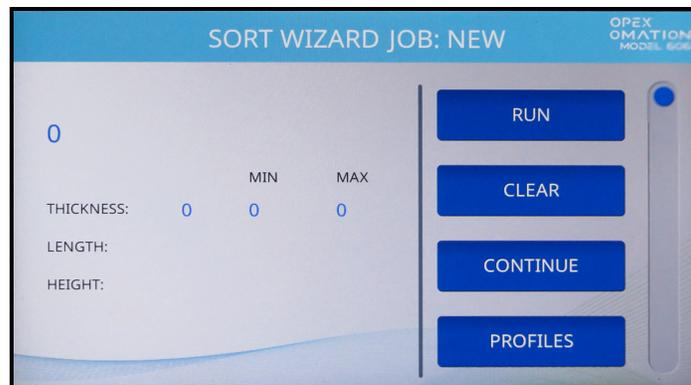

Abbildung 6-24: Probedurchgangsbildschirm des Sortierassistenten
8. Nach Abschluss des Probedurchgangs werden auf dem Bildschirm „Auftrags-Sortierassistent“ (Abbildung 6-24) die erfassten Primärpostwerte angezeigt. Drücken Sie auf **CONTINUE (WEITER)**.